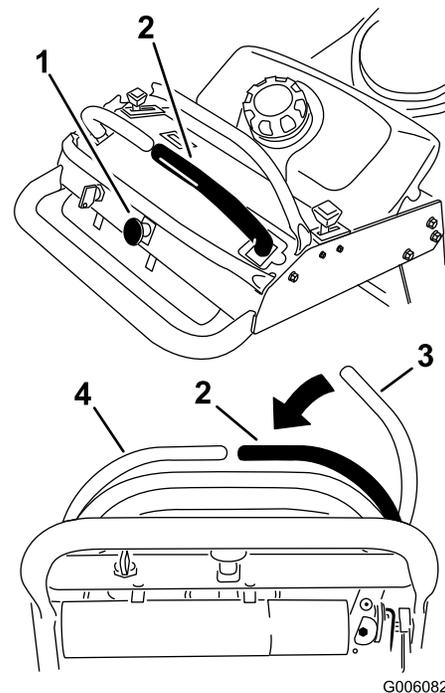

Figura 8
- Para engranar las cuchillas del cortacésped, mueva la palanca de control de movimiento derecha a la posición central, desbloqueada (Figura 8).